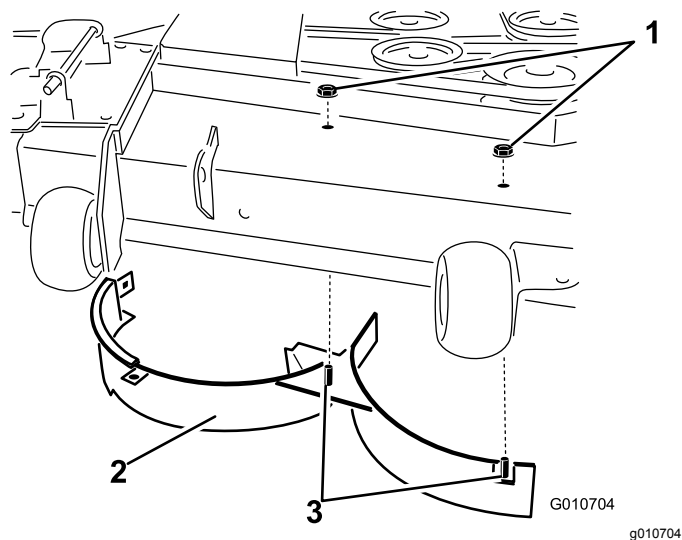

Figure 30
8. Retirez les 2 contre-écrous (5/16") qui fixent les montants soudés du déflecteur droit au sommet du plateau de coupe, au centre et à droite du centre (Figure 30).